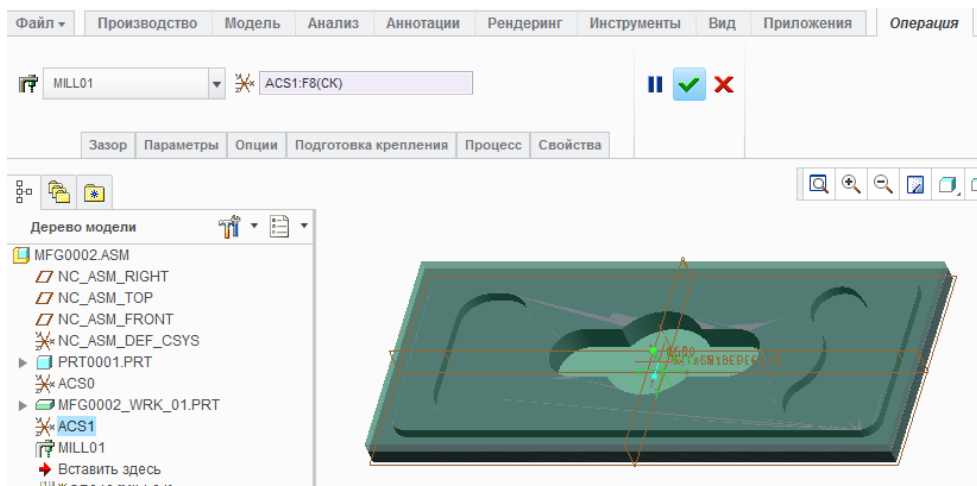

Рисунок 13 – Задание нулевой точки программы для операции
8. Нажмите кнопку «Операция» (рис. 12) и в дереве построения выберите систему координат ACS1 (рис. 13), сформированную на предыдущем шаге. Для сохранения изменений нажмите галочку.